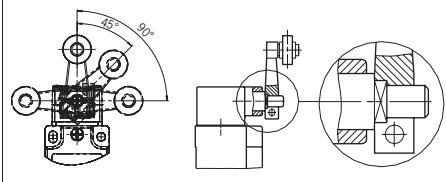

Bild 2: Vertikale Umsetzbarkeit Betätigter
- Der Betätigter (Schwenkhebel) muss formschlüssig auf der Antriebswelle befestigt werden. Die Vielkante an Betätigter und Antriebswelle müssen ineinander greifen (siehe Bild 2).